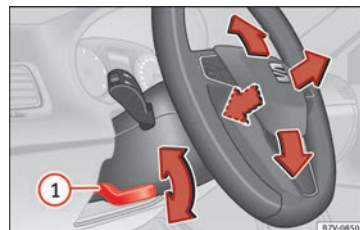

Fig. 24 Ajuste mecánico del volante.
- Mueva la palanca » » » **fig. 24** ① hacia abajo.